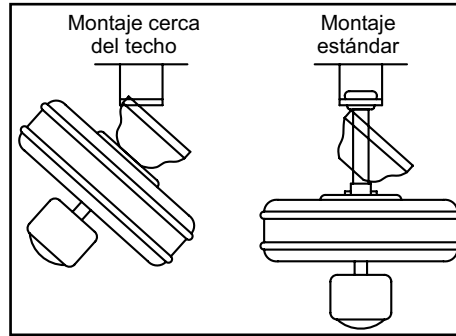

Figura 11
4. Con cuidado alza el ensamblado hacia la placa de montaje del techo y cuelga el ventilador del gancho suministrado usando uno de los orificios en el borde exterior de la cubierta de techo (Figura 11). **Si usas el montaje estándar**, asienta la bola de soporte en la placa del soporte de montaje. Asegúrate de que la pestaña sobre el casquillo de soporte de montaje encaje bien dentro de la ranura de la bola de soporte (Figura 11).
EL GANCHO COMO SE MUESTRA EN LA FIGURA 11 SOLAMENTE ES PARA EQUILIBRAR EL VENTILADOR MIENTRAS SE CONECTAN LOS CABLES. SI NO SE CUELGA COMO SE MUESTRA EN LA FIGURA 11, PUEDE ROMPERSE EL GANCHO, Y EL VENTILADOR SE CAERÁ. EL GANCHO DEBE PASAR DE ADENTRO HACIA FUERA DE LA CUBIERTA.